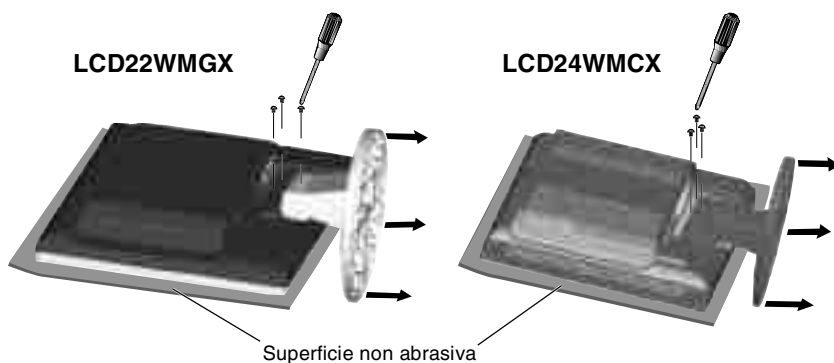

Figura R.1
2. Sistemare il monitor verso il basso su una superficie non abrasiva (**Figura R.1**).
3. Togliere le 3 viti che fissano il monitor al supporto e sollevare il supporto come illustrato (**Figura R.1**). Il monitor ora è pronto per essere montato in modo diverso.
1. Sistemare il monitor verso il basso su una superficie non abrasiva (**Figura R.1**).